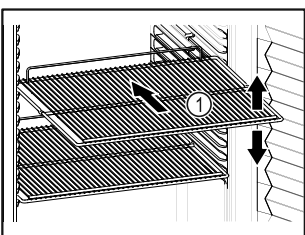

Fig. 82 Примерное изображение
- ❑ Если имеются решетчатые полки Fig. 82 (1), отрегулируйте высоту их установки.